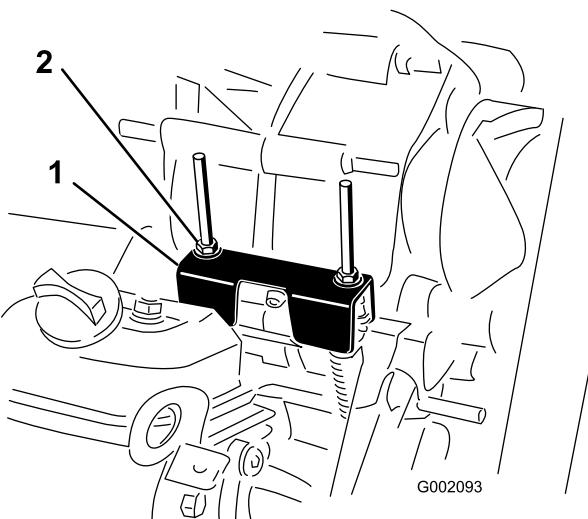

Рисунок 35
При выполнении планового техобслуживания и/или диагностики двигателя ведущий мост необходимо переключить в нейтральное положение (Рисунок 35). У автомобиля есть нейтральное положение на рычаге переключения передач, которое включает нейтральное положение в ведущем мосту. Необходимо выполнить следующие действия, чтобы убедиться в правильной работе рычага переключения ведущего моста в нейтральное положение:
- Убедитесь в том, что кронштейн нейтрали находится в нейтральном положении (на уровне кронштейна крепления троса, расположенного под кронштейном переключения передач), повернув ведомое сцепление (Рисунок 35). Автомобиль не должен откатиться назад или вперед. Если она откатывается, вручную переместите кронштейн нейтрали в нейтральное положение.
- Затяните одну из контргаек (Рисунок 35), чтобы получить зазор 0,03-0,06 дюйма.